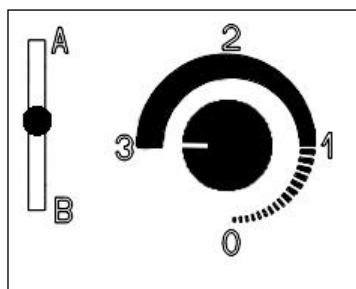
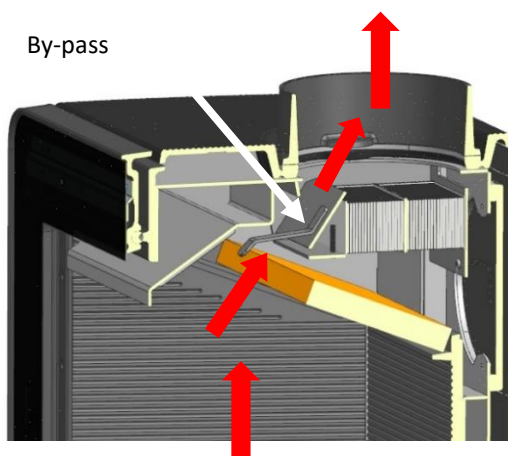

Fig. 11. Allumage et rechargement
Fig. 20
2. Tournez le bouton de contrôle de la combustion et positionnez-le vers la gauche. Ce bouton doit être tourné manuellement ou en appuyant sur la touche «ON/HI» de la télécommande (en option). (Configuration fig. 11). Ouvrir le by-pass du système TruHybrid situé à l'intérieur du poêle sur la partie supérieure (voir Fig. 20).